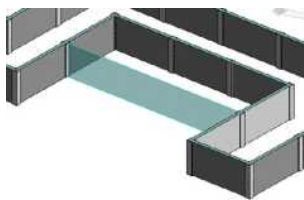

图 9-21 三维幕墙
(5) 将视图切换到三维视图,观察图形,如图 9-21 所示。